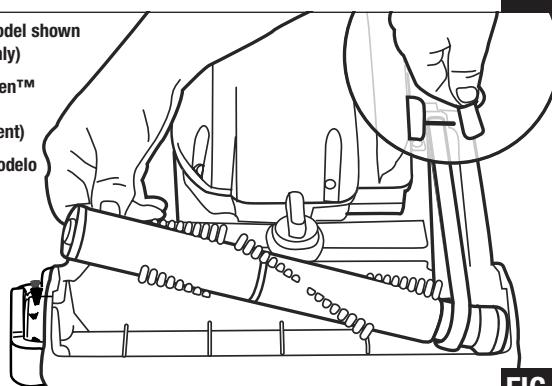

FIG. 24
Step 4: Lift right end of brushroll (FIG. 24).
Étape 4 : Soulever le droit gauches du rouleau-brosse (FIG. 24).
Paso 4: Levante el extremo derecho del cepillo circular (FIG. 24).